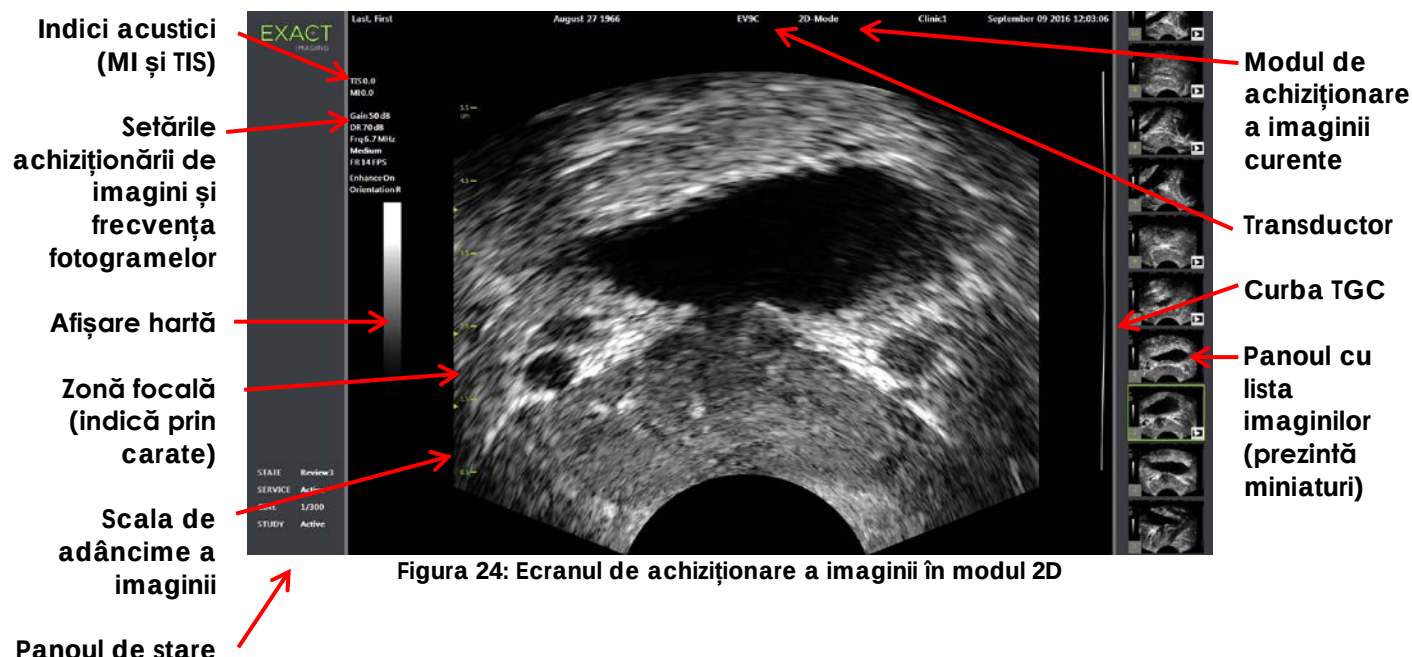

Figura 24: Ecranul de achiziționare a imaginii în modul 2D
- Setările achiziționării de imagine așa cum este indicat în Figura 24